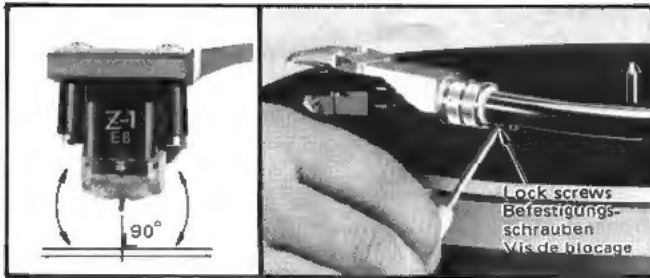

Fig. 7 Abb. 7
4. Headshell mounting angle adjustment (Fig. 7)
4. Einstellung des Montagewinkels des Systemträgers (Abb. 7)
4. Réglage de l'angle de montage de la coquille (Fig. 7)